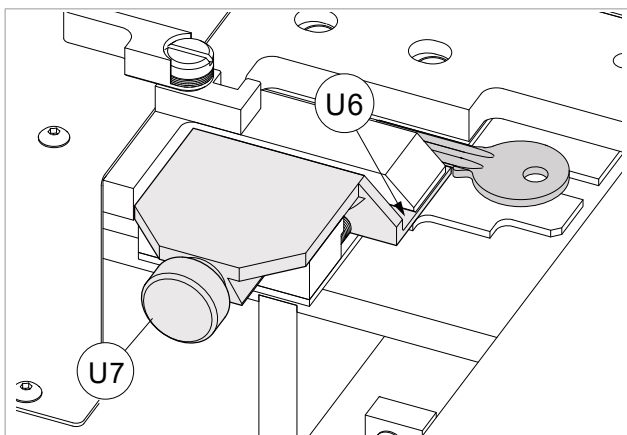

Bild 97
- 1) Einen der Schlüssel, die ins Magazin eingeführt werden sollen, auf den Schlitten legen (Bild 97).